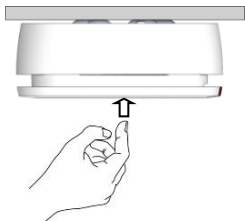

Figura 12
1. Pressione firmemente a tampa (*ver Figura 12*). Se o detector estiver funcionando corretamente, o alarme de incêndio será ativado (*ver Indicadores visuais/sonoros*) e uma mensagem de alerta será enviada para o receptor do sistema.